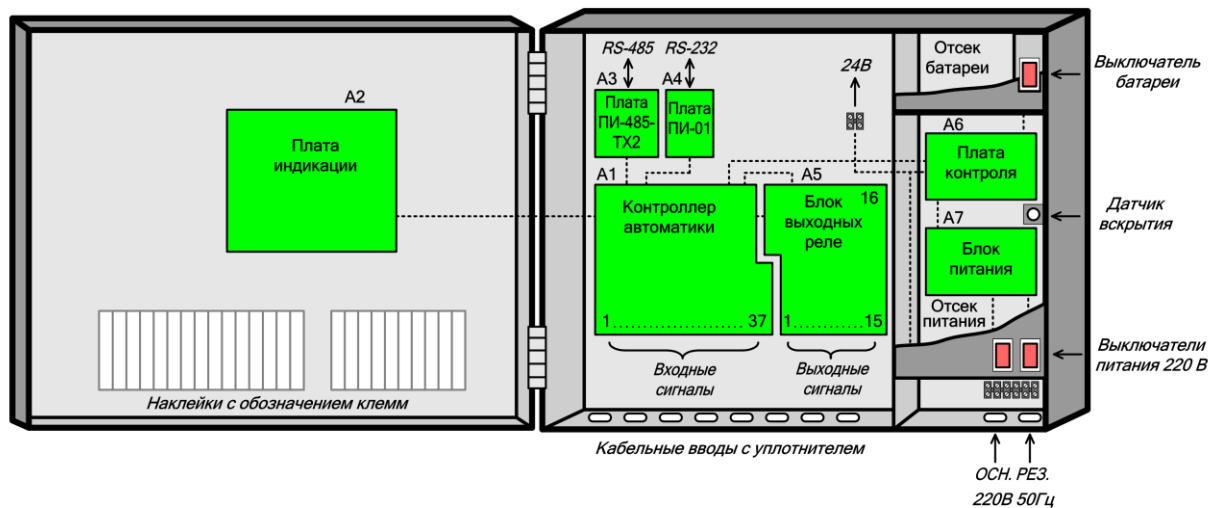

Рисунок 3.3. Расположение плат «БУНС-Н6».
2.21 БУНС имеет выходные клеммы от встроенного ИБП напряжения 24 В, ток нагрузки до 250 мА (см. рисунок 3.3, клемма «24 В»), предназначенные для питания внешних устройств (например, световых табло в помещении насосной станции).
3.4 Корпус БУНС (см. рисунок 3.3) имеет специальный «отсек питания», внутри которого установлены: